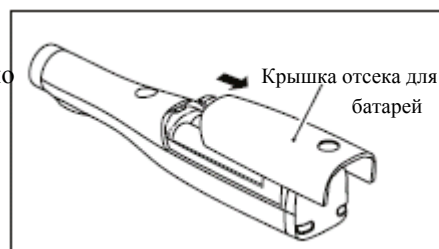

Рис.15
4. Снимите крышку отсека для батарей, переместив ее в направлении зарядного терминала. (Рис.15).